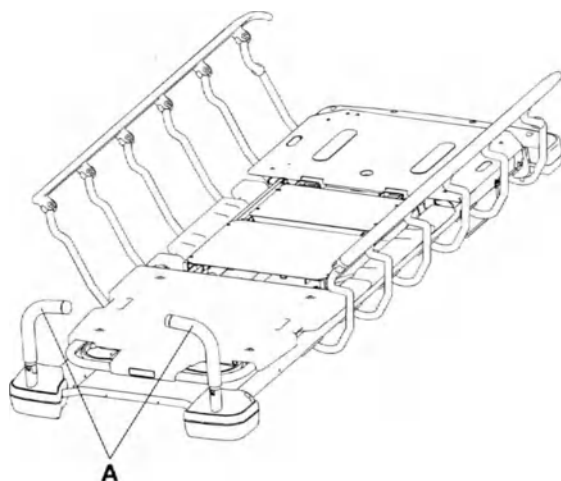

Рисунок 10 – Изменение положения ручек для толкания головного конца
1. Поверните ручки (A) вверх от головного конца изделия (Рисунок 10).